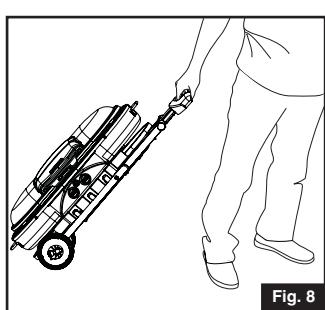

Fig. 8
- Une fois la poignée bloquée en position, vous pourrez aisément déplacer le gril jusqu'à l'endroit que vous lui destinez. (Fig. 8)